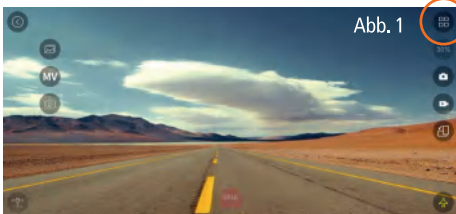

Abb. 1
- Wechseln Sie mit dem Menü-Button (kleiner Button oben rechts), um die Funktionen anzeigen zu lassen (Abb. 1).